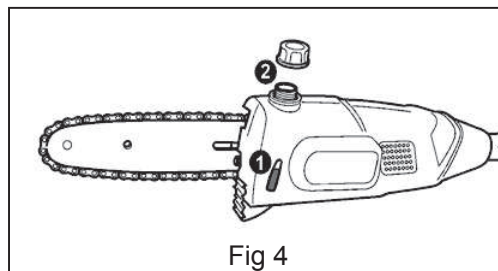

Fig 4
- Placez la machine sur une surface plane, le bouchon du réservoir d'huile vers le haut. Dévissez le bouchon puis retirez-le. Fig. 4